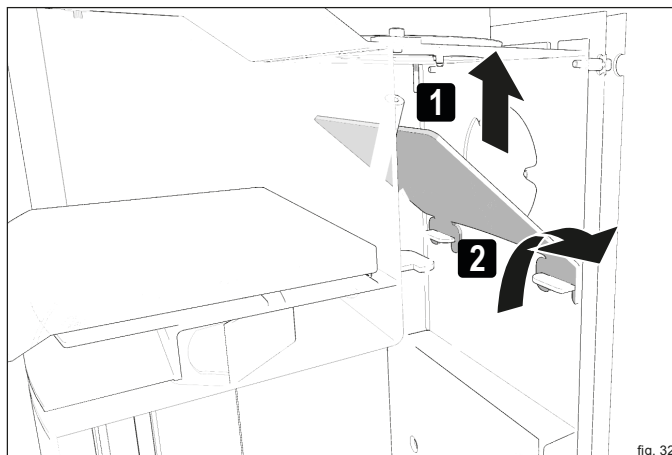

fig. 32
- ▶ Rimuovere il deflettore superiore dalla staffa (fig. 32).